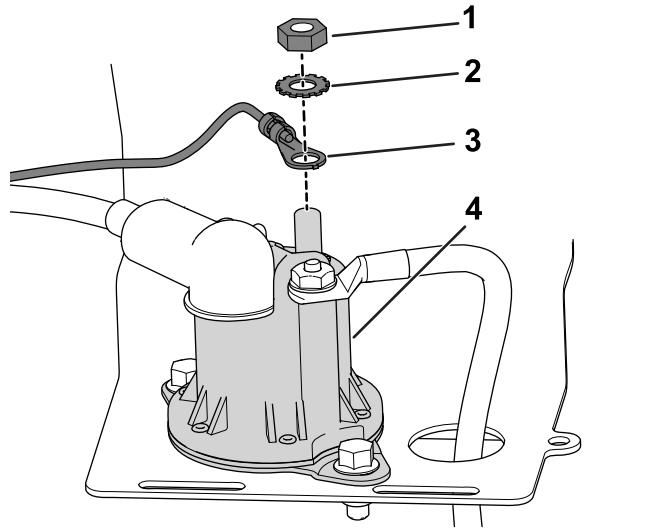

Figura 5
2. Utilice la tuerca y la arandela de freno del solenoide para sujetar el terminal de anillo al solenoide (Figura 5).